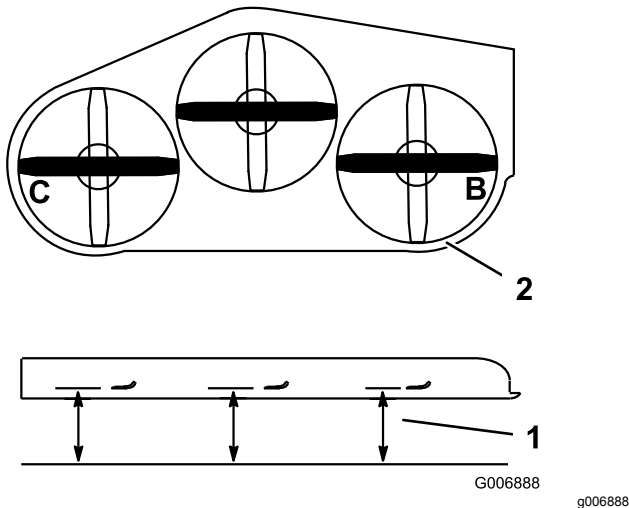

Bild 84
4. Messen Sie von einer ebenen Fläche bis zu den Stellen **B** und **C** an den Schnittkanten der Messerspitzen (**Bild 84**).